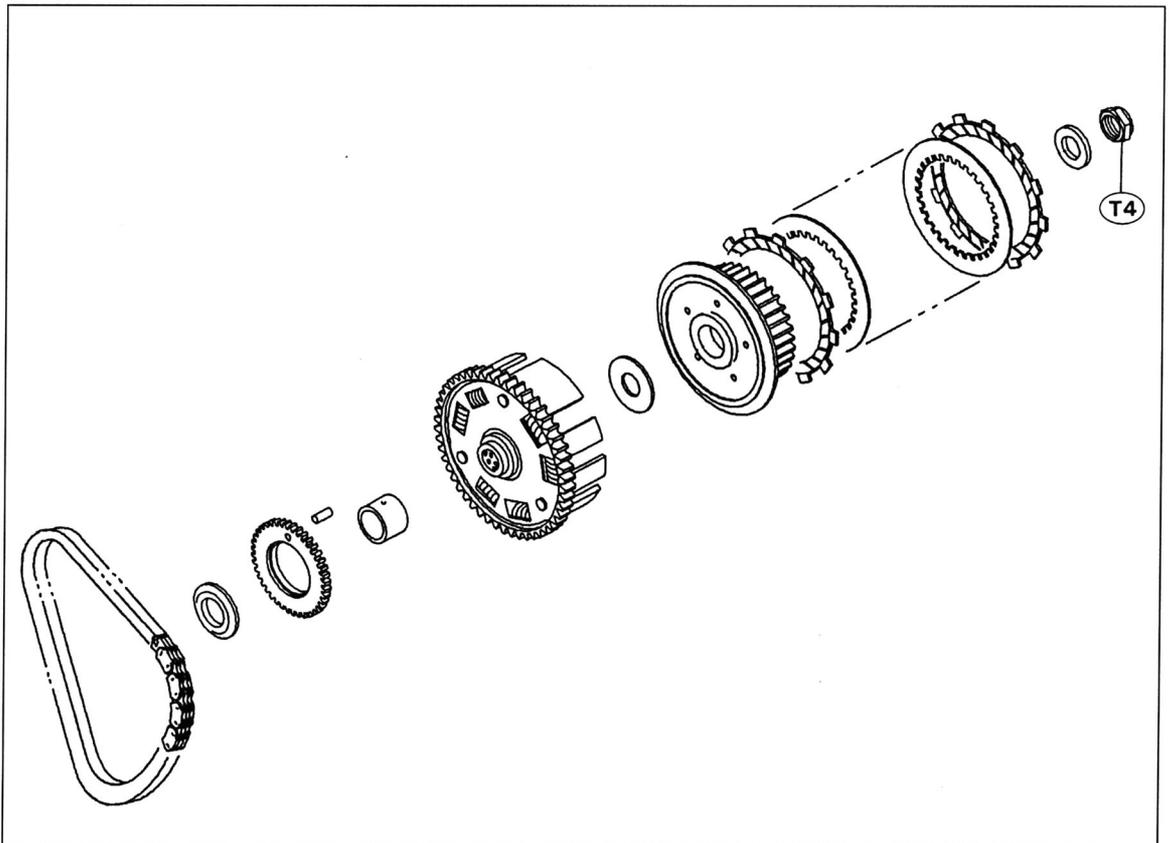

Bild 162
- Belag- und Stahlscheiben abwechselnd einsetzen, mit Belagscheiben beginnen (Bild 162).